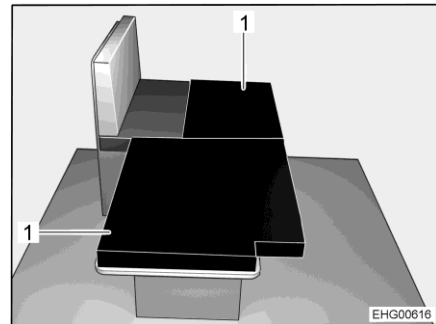

Fig. 77 Dopo la trasformazione
- Posizionare i due cuscini aggiuntivi (Fig. 77,1) sul tavolo ribassato, come illustrato.